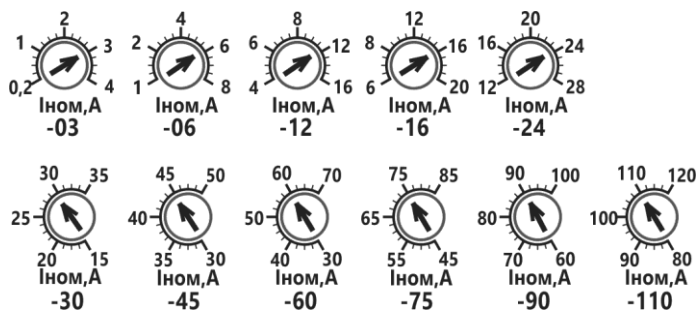

Рисунок 5 Диапазоны настройки **Ином**
1.7.2 Номинальный ток электродвигателя «**Ином, А**» используется для функции электронной тепловой защиты электродвигателя (см. таблицу 8, код защиты АЗ), а также в качестве базового для настройки «**Иоткл, %**». Диапазоны настройки потенциометров для исполнений по току приведены на рис.5.